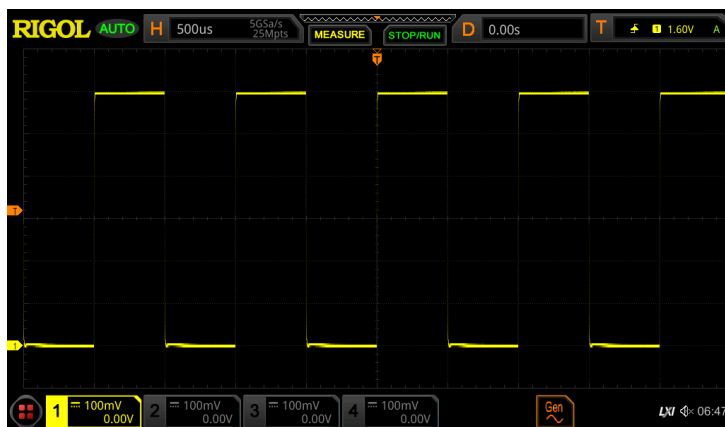

图 1-9 方波信号
5. 观察示波器显示屏上的波形，正常情况下应显示图 1-9 所示的方波信号。